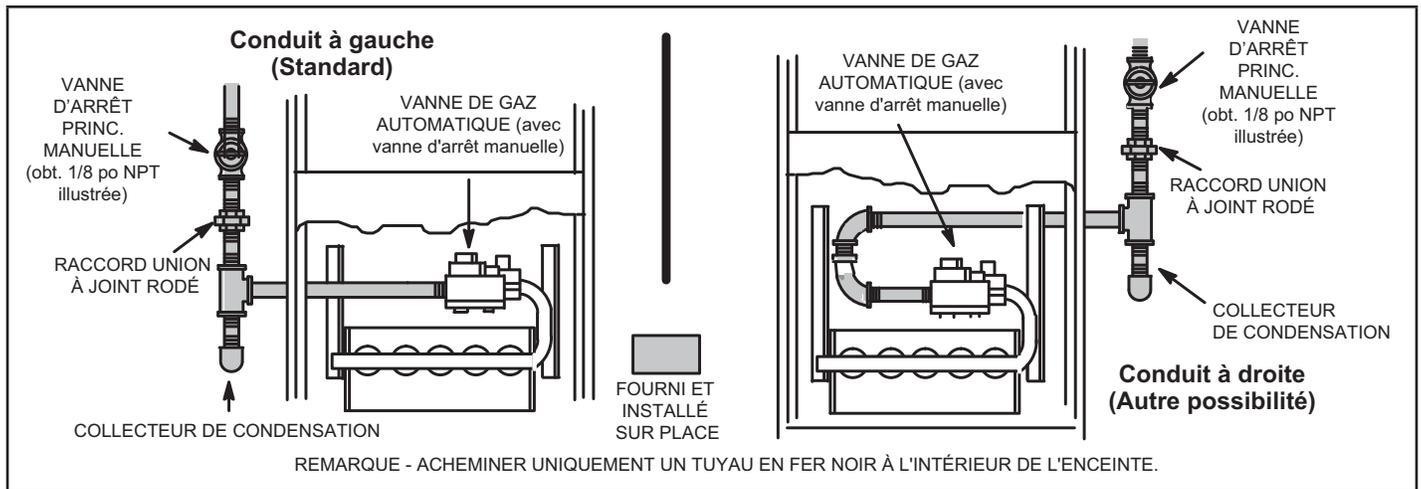

FIGURE 56
- 1 - La canalisation de gaz peut pénétrer dans l'appareil par le côté droit ou le côté gauche. La canalisation d'alimentation entre dans la vanne de gaz par le côté de la vanne, comme illustré à la FIGURE 56. Connecté la canalisation de gaz sur la vanne. La canalisation de gaz doit être serrée à à un couple minimum de 350 livres et un maximum de 800 livres sur la vanne de gaz.
- 3 - La canalisation de gaz ne doit pas traverser les conduits d'air, les chutes à linge sale, les cheminées ou conduits d'évacuation des gaz, les monte-plats ou les cages d'ascenseur. Centrer la canalisation de gaz dans l'ouverture. La canalisation de gaz ne doit pas toucher le côté de l'unité. Voir FIGURE 56.